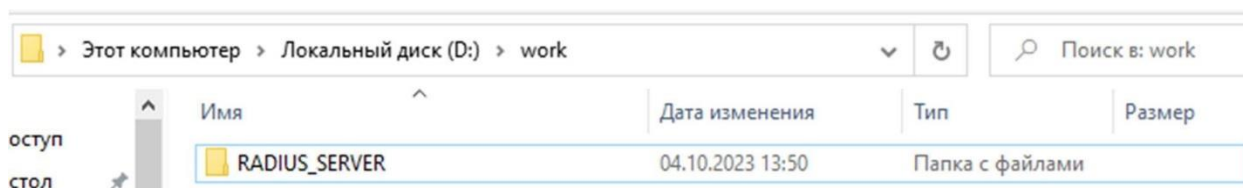

Рисунок 1.1
2.2.1. Создать папку, где будет размещено программное обеспечение (рис. 1.1).